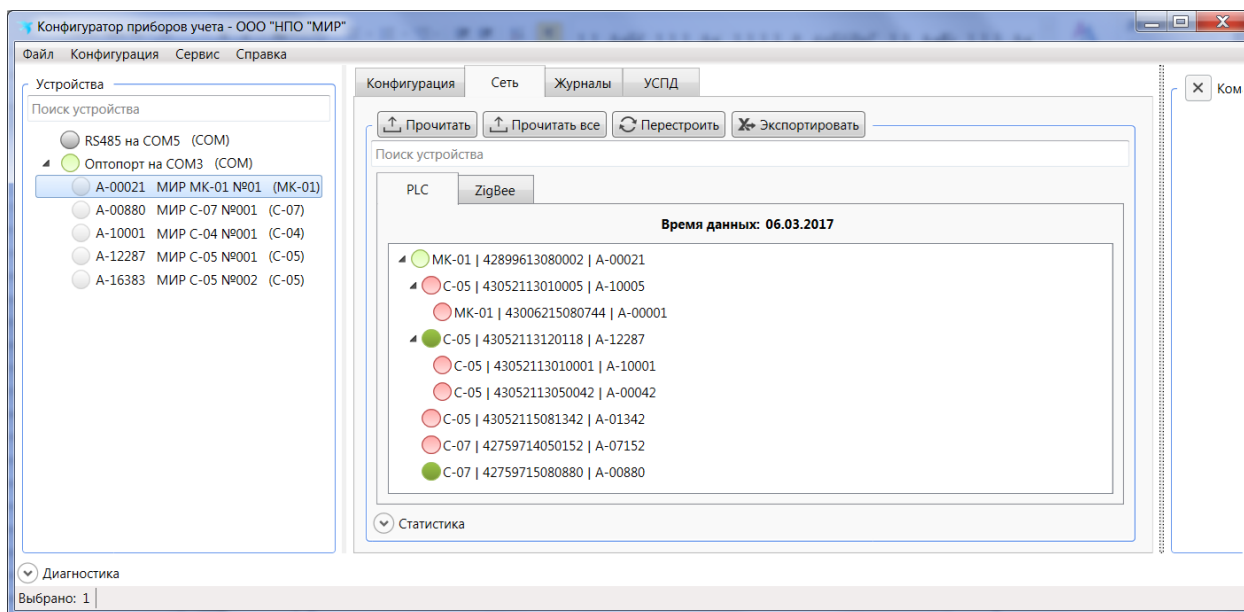

Рисунок 9.23
- выбрать в дереве объектов программы КОНФИГУРАТОР модем-коммуникатор МИР МК и далее в области параметров выбрать вкладку *Сеть* (рисунок 9.23);